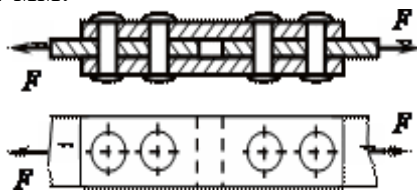

Рисунок 3
3. Рассчитать количество заклепок диаметром $d = 4$ мм, необходимое для соединения двух листов двумя накладками (см. рис.3). Материалом для листов и заклепок служит дюралюминий, для которого $R_{bs} = 110$ МПа, $R_{bp} = 310$ МПа.